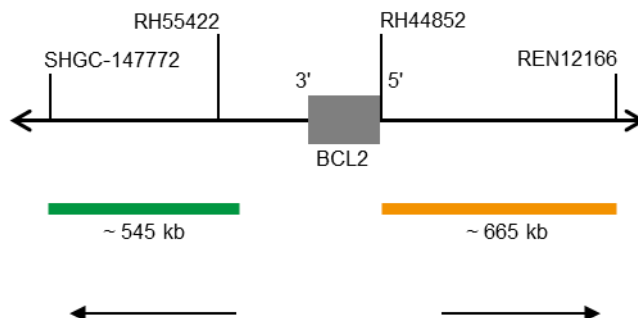

Abb. 1: BCL2 Sondenlokalisierung (nicht maßstabsgetreu)
- ZyGreen (Anregung 503 nm/Emission 528 nm) markierten Polynukleotiden (~6,0 ng/ $\mu$ l), die gegen Sequenzen in 18q21.33\* (chr18:60,046,152-60,589,273) gerichtet sind, welche proximal zur BCL2-Bruchpunktregion lokalisiert sind (siehe Abb. 1).
- ZyOrange (Anregung 547 nm/Emission 572 nm) markierten Polynukleotiden (~2,5 ng/ $\mu$ l), die gegen Sequenzen in 18q21.33-q22.1\* (chr18:60,994,528-61,658,503) gerichtet sind, welche distal zur BCL2-Bruchpunktregion lokalisiert sind (siehe Abb. 1).